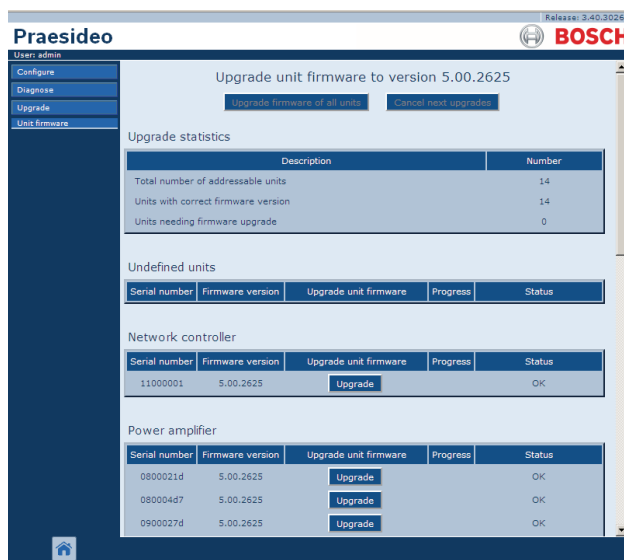

figura 37.9: Página de actualización del firmware de las unidades
- 6 Haga clic en el botón *Upgrade unit firmware* en la barra de navegación para abrir el menú *Upgrade unit firmware*. Se mostrará una pantalla similar a la indicada en figura 37.9. El título de la página muestra el número de versión del firmware que el sistema espera obtener. El número de versión del firmware